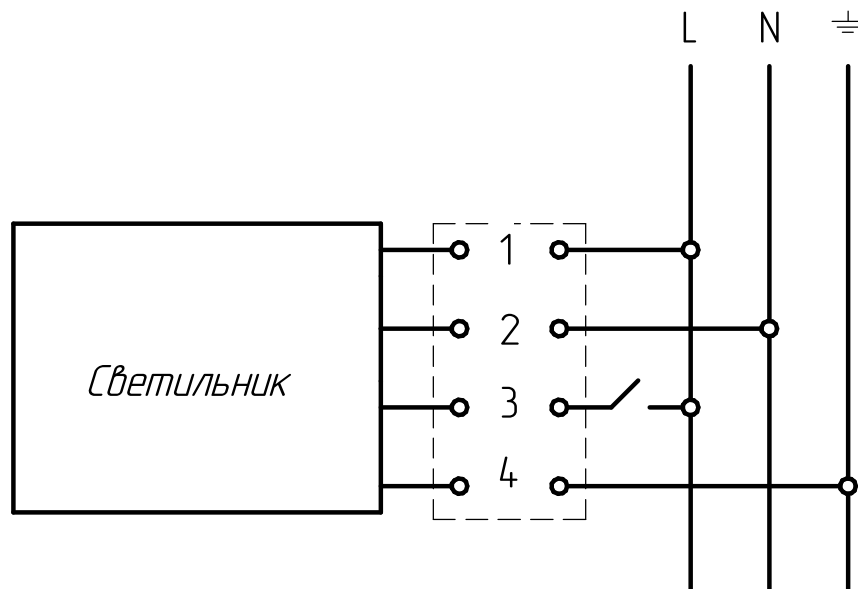

Рисунок 2 - Схема подключения светильника к сети
5.5 Подключите светильник к электрической сети согласно схеме (рисунок 2).